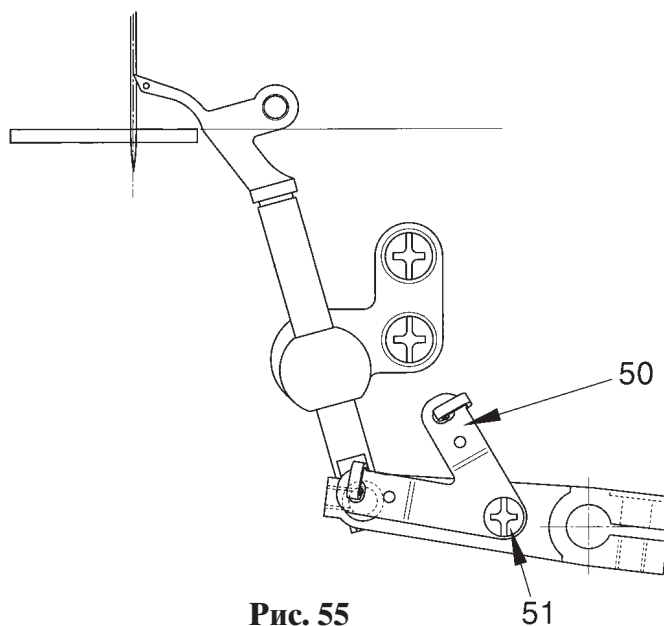

Рис. 55
Нитеводитель петлителя 50 в основном состоянии должен находиться в положении согласно рис. 55.
- Сместить нитеводитель 50, чтобы он находился в положении согласно рис. 55.